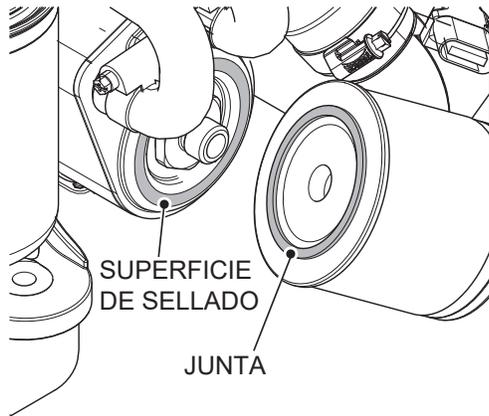

Figura 38. Cambio del filtro de aceite
3. Limpie completamente la superficie de sellado (Figura 38).